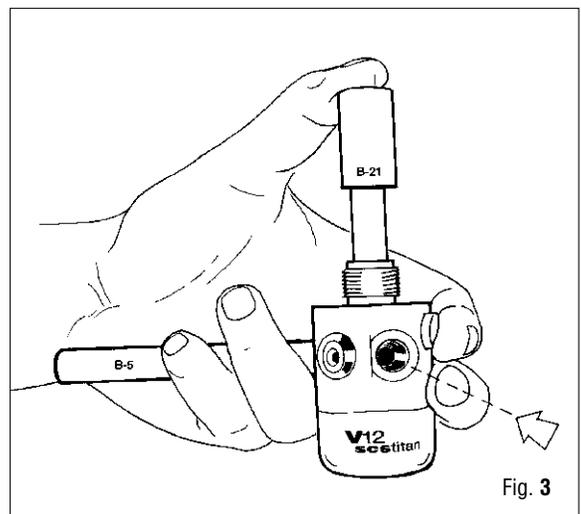

Fig. 3
5. Posicionar en el asiento de la válvula de la Primera Etapa (75) la herramienta especial (B-21), y ejercer sobre ella una ligera presión; introducir aire comprimido (menos de 7 bar) en un orificio de baja presión (3/8"). (Fig. 3).